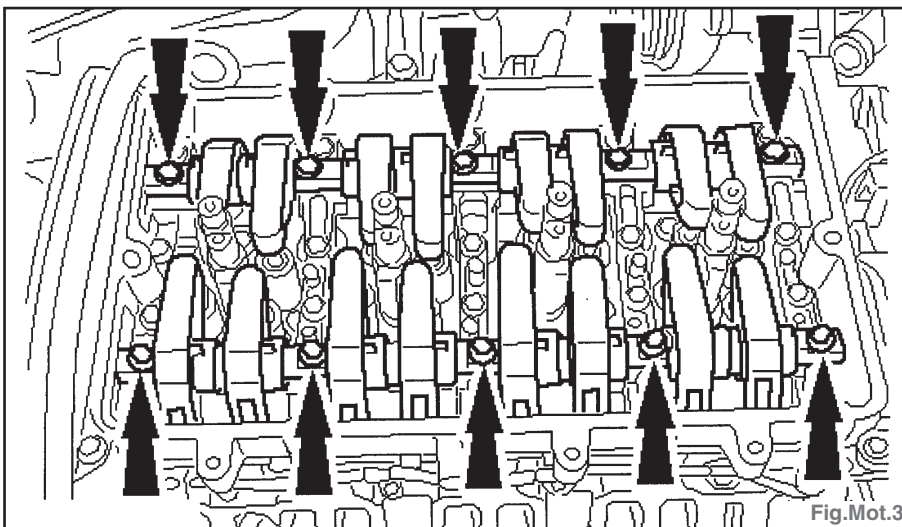

Fig.Mot.3
- Déposer les axes de culbuteurs (Fig. Mot.3).
- Poser les axes de culbuteurs (Fig. Mot.3).